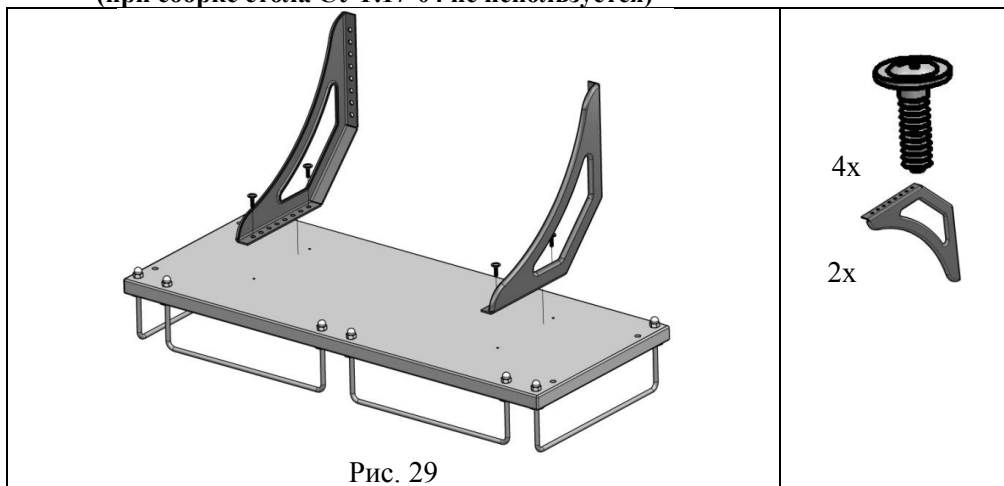

Рис. 29
4.5.13. К сборке по п. 4.4.12. снизу прикрутить кронштейны (поз. 13) с помощью саморезов с прессшайбами (поз. 1 пакет №20). (См. рис. 29)